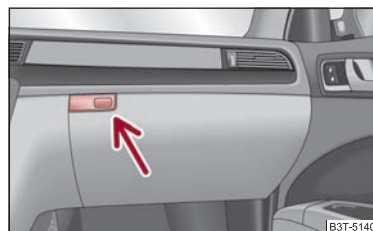

Abb. 103 Schalttafel: Ablagefach auf der Beifahrerseite
- Drücken Sie die Taste ⇒ Abb. 103 - der Deckel klappt herunter.